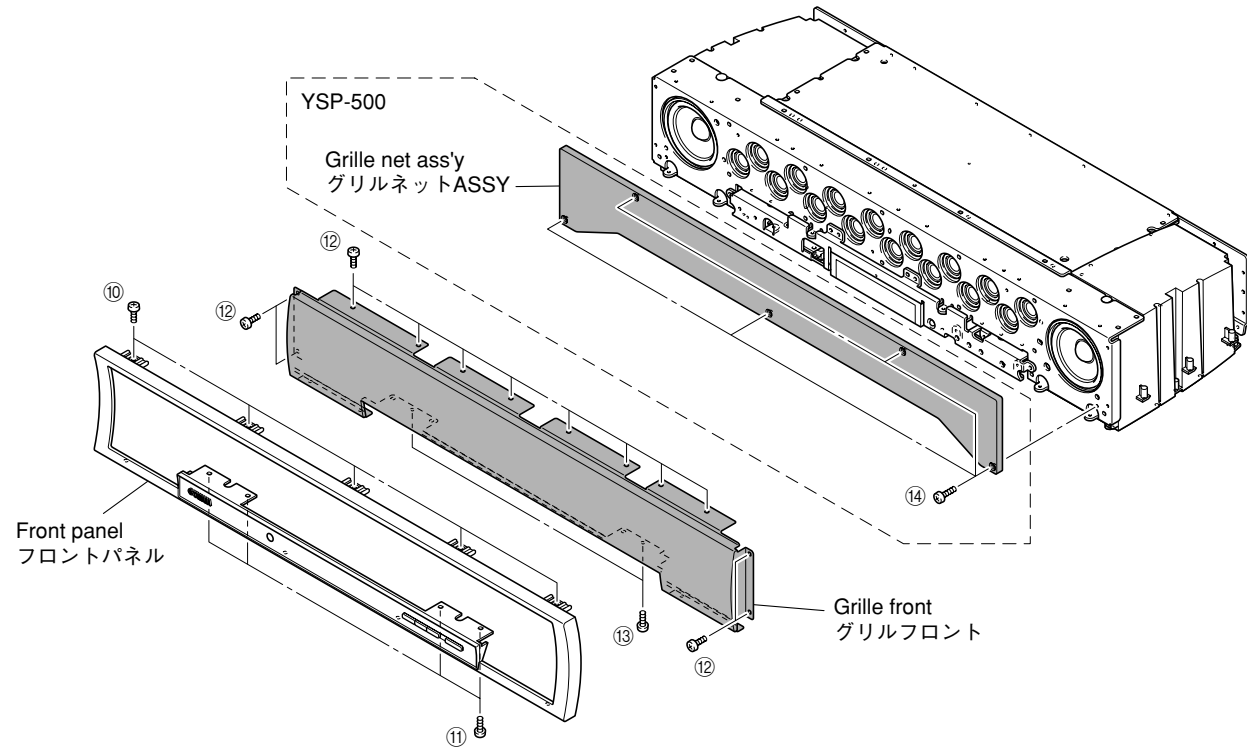

Fig. 3
- a. Remove 5 screws (10) and 4 screws (11). (Fig. 3)
- b. Remove the front panel forward. (Fig. 3)
- c. Remove 12 screws (12) and 2 screws (13). (Fig. 3)
- d. Remove the grille front forward. (Fig. 3)
- a. ⑩のネジ5本、⑪のネジ4本を外します。(Fig. 3)
- b. フロントパネルを前方へ取り外します。(Fig. 3)
- c. ⑫のネジ12本、⑬のネジ2本を取り外します。(Fig. 3)
- d. グリルフロントを前方へ取り外します。(Fig. 3)
- a. Remove 5 screws (14) and then remove the grille net ass'y. (Fig. 3)
- a. ⑭のネジ5本を外し、グリルネットASSYを取り外します。(Fig. 3)